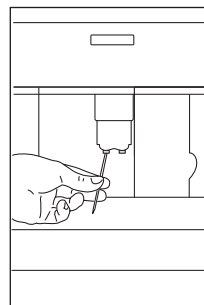
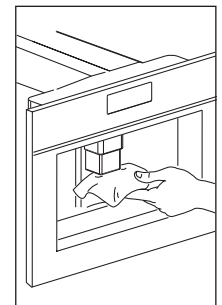

Рис. 34
Рис. 36
- ▶ Регулярно очищайте краники губкой (Рис. 36).
- ▶ Регулярно проверяйте, не засорились ли отверстия краника выдачи кофе. При необходимости удаляйте кофейные отложения зубочисткой (Рис. 34).
| Кофе выдается только из одного краника дозатора. | Засорились отверстия краника. | Удалите засохшие остатки кофе с помощью иглы (Рис. 34).  Рис. 34 |
| Кофе не выдается из краников, но выливается из сервисной дверцы сбоку (A2). | Отверстия в дозаторе закупорены засохшим кофе. | При необходимости удалите остатки кофе зубочисткой, губкой или кухонной щеткой с густой щетиной (рис. 34, 35, 36).  Рис. 34  Рис. 35  Рис. 36 |